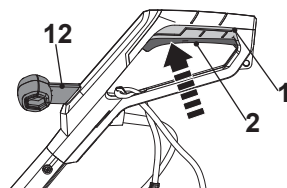

Fig. 7
1. Sujete el producto con una mano en el asa auxiliar (12) y con la otra en el asa principal (1).
2. Pulse el interruptor on/off (encendido/apagado) (2) para encender el producto (Fig. 7).
3. Suelte el interruptor de on/off (2) para apagar el producto.